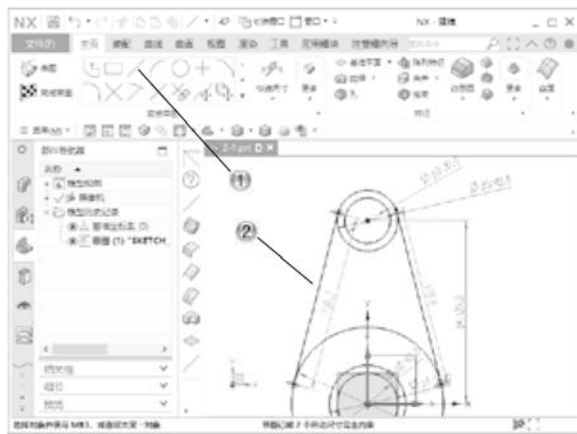

图 2-47
① 单击【主页】选项卡中的【直线】按钮 --- ，如图 2-47 所示。
② 在绘图区中，绘制两条切线。